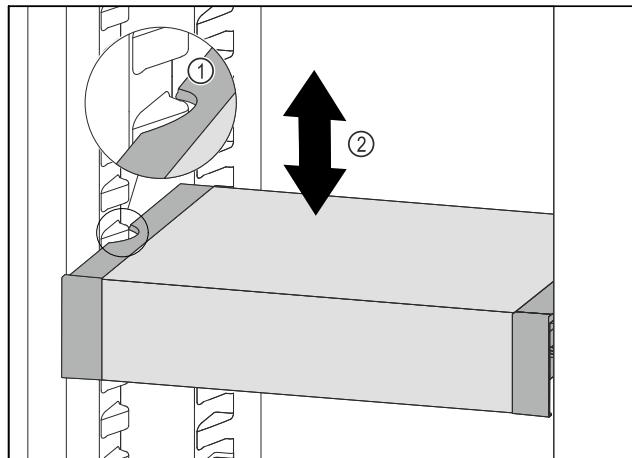

Fig. 98
- ▶ VarioSafe nach vorne ziehen, bis sich die seitlichen Aussparungen des VarioSafes auf Höhe der Behälterrippe im Kühlteil befinden. Fig. 98 (1)
- ▶ VarioSafe im Kühlteil nach oben oder unten bewegen, bis gewünschte Höhe erreicht ist. Fig. 98 (2)